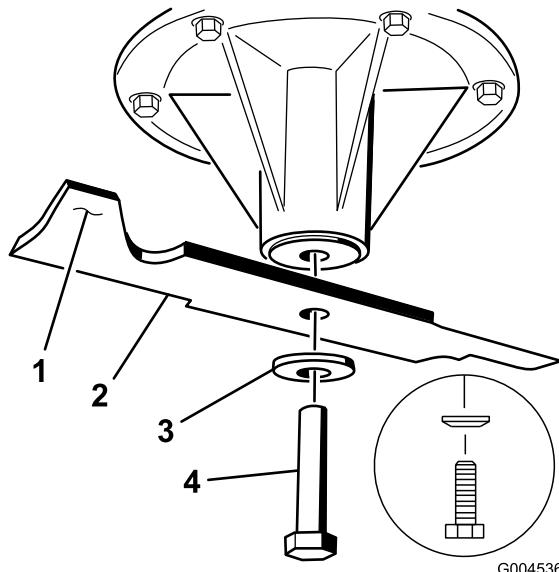

Figura 58
2. En las carcchas de corte de 40 y 48 pulgadas, retire del eje el perno de la cuchilla, la arandela curva y la cuchilla (Figura 58).
3. Si la cuchilla se mantiene horizontal, está equilibrada y puede utilizarse. Si la cuchilla no está equilibrada, rebaje algo el metal en la parte de la vela solamente (Figura 58)
1. Instale la cuchilla en el eje (Figura 58).
Importante: La vela de la cuchilla debe apuntar hacia arriba y hacia el interior del cortacésped para asegurar un corte correcto (Figura 58).
2. En las carcchas de corte de 40 y 48 pulgadas, instale la cuchilla, la arandela curva y el perno de la cuchilla (Figura 58).